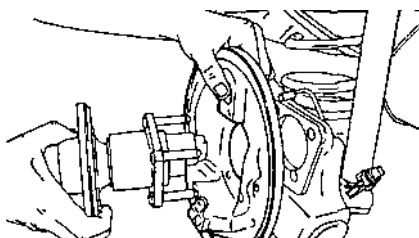

Рис. 7.52
- снять цапфу (вместе со ступицей колеса), а затем отделить от нее опорный щит и прокладку (рис. 7.52).